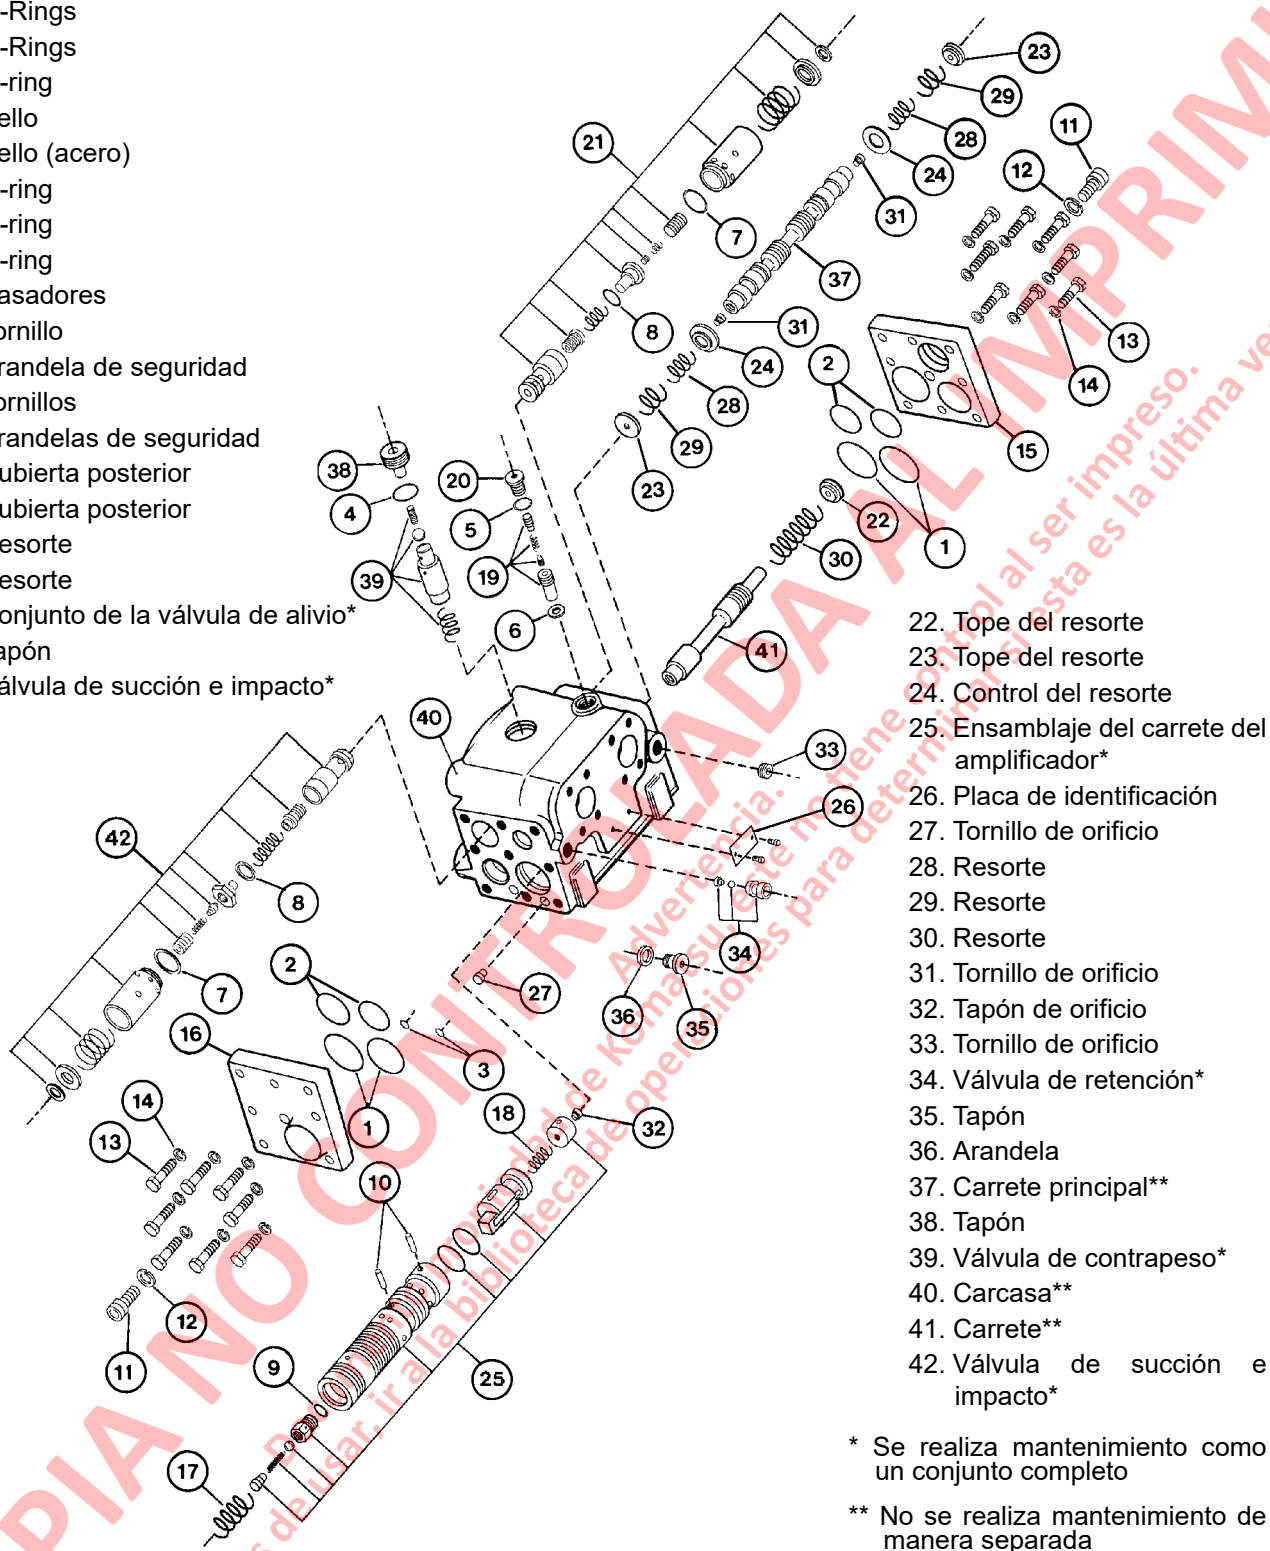
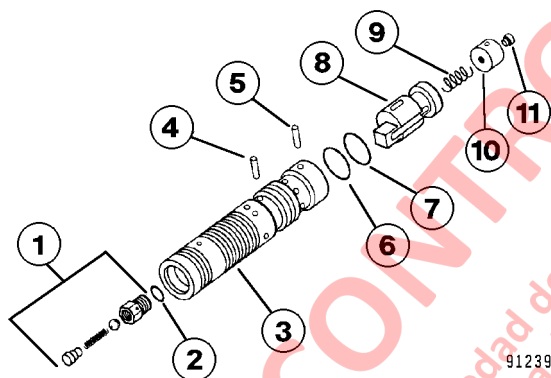

FIGURA 6-3. VÁLVULA DEL AMPLIFICADOR DE FLUJO
FIGURA 6-5. ENSAMBLAJE DEL CARRETE DEL AMPLIFICADOR
1. Retire el tapón de la válvula de contrapeso (38, Figura 6-3) y el O-ring (4). Retire la válvula de contrapeso (39).
2. Retire el tapón de la válvula de alivio (20) y el sello (5). Utilice una llave hexagonal de 8 mm para desmontar el conjunto de la válvula de alivio (19). Retire el sello de acero (6).
3. Utilice una llave hexagonal de 13 mm para retirar el tornillo (11) y la arandela de seguridad (12) de la cubierta posterior (15). Utilice una llave hexagonal de 13 mm para retirar los tornillos (13) y las arandelas de seguridad (14). Retire la cubierta posterior (15).
4. Desmonte el tope del resorte (22) y el resorte (30). Retire el tope del resorte (23) y los resortes (28) y (29). Retire los O-rings (1) y (2) de la cubierta posterior (15).
5. Retire el control del resorte (24) y el carrete principal (37). Retire el carrete de la válvula de prioridad (41). Retire el control del resorte (24), los resortes (28) y (29) y el tope del resorte (23) de la carcasa (40).
6. Retire el conjunto del carrete del amplificador (25) y déjelo a un lado para seguir desarmándolo si es necesario (vea Figura 6-5).
7. Retire la válvula de impacto y succión (21) y déjela a un lado para seguir desarmándola si es necesario.
8. Utilice una llave hexagonal de 13 mm para retirar el tornillo (11) y la arandela de seguridad (12) de la cubierta posterior (16). Utilice una llave hexagonal de 13 mm para retirar los tornillos (13) y las arandelas de seguridad (14). Retire la cubierta posterior (16).
9. Retire los O-rings (1), (2) y (3). Retire el resorte (17).
10. Retire la válvula de impacto y succión (42) y déjela a un lado para seguir desarmándola si es necesario.
11. Retire el tornillo de orificio (27), el tornillo de orificio (33) y la válvula de retención (34).
NOTA: El desmontaje del conjunto del carrete del amplificador solo es necesario si el O-ring (2, Figura 6-5), el resorte (9) o el tapón de orificio (11) requieren reemplazo. De no ser así, reemplace el conjunto del carrete del amplificador como una unidad completa. Consulte los pasos 12 y 13.
12. Retire el anillo de retención (7, Figura 6-5), retire el pasador (5). Retire el tapón (10) y el resorte (9). Retire el anillo de retención (6) y el pasador (4) y retire el carrete interno (8).
13. Desatornille la válvula de retención (1) y desmóntelo. Retire el O-ring (2). Retire el tornillo de orificio (11) del tapón (10).
3. Instale el tornillo de orificio (27, Figura 6-3) con la mano.
4. Instale la válvula de retención (34) y apriétela a **1 N·m (8 in lb)**.
5. Instale el tornillo de orificio (33) y apriételo a **1 N·m (8 in lb)**.
6. Instale el sello de acero (6), el conjunto de la válvula de alivio (19), el sello (5) y el tapón (20). Apriete este último a **3 N·m (25 in lb)**.
7. Instale el conjunto de la válvula de contrapeso (39). Instale el tapón (38) con el O-ring nuevo (4).
8. Instale ambas válvulas de impacto y succión (21) y (42) como unidades completas.
9. Instale el tope del resorte (23), los resortes (28) y (29) y el control del resorte (24) en la carcasa (40). Instale los tornillos de orificio (31) en el carrete principal (37) si se retiraron. Instale el carrete principal (37).
10. Instale el conjunto del carrete del amplificador (25). Instale el carrete de la válvula de prioridad (41) y el resorte (30). Instale el resorte (17).
11. Instale el control del resorte (24), los resortes (28) y (29) y el tope del resorte (23).
12. Lubrique los O-rings (1), (2) y (3) con grasa de disulfuro de molibdeno e instálelos en las cubiertas posteriores (15) y (16). Instale las cubiertas posteriores (15) y (16), los tornillos (13) y las arandelas de seguridad (44). Apriete los tornillos a **3 N·m (25 in lb)**. Instale los tornillos (11) y las arandelas de seguridad (12). Apriete los tornillos a **8 N·m (71 in lb)**.